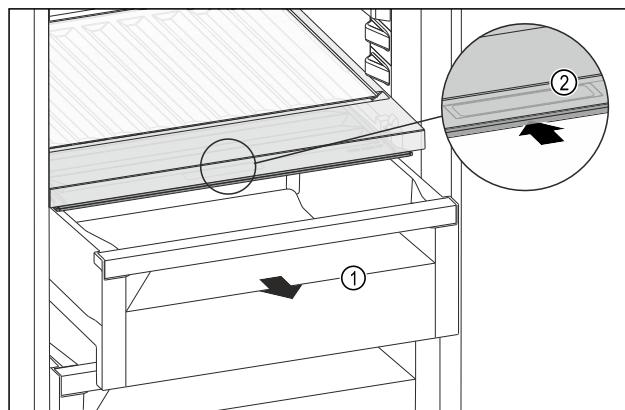

Fig. 110
- ▶ Træk skuffen Fig. 110 (1) ud.
- ▶ Tag fat i grebsforsænkningen Fig. 110 (2) i bokslåget, og skub samtidigt bokslåget tilbage.